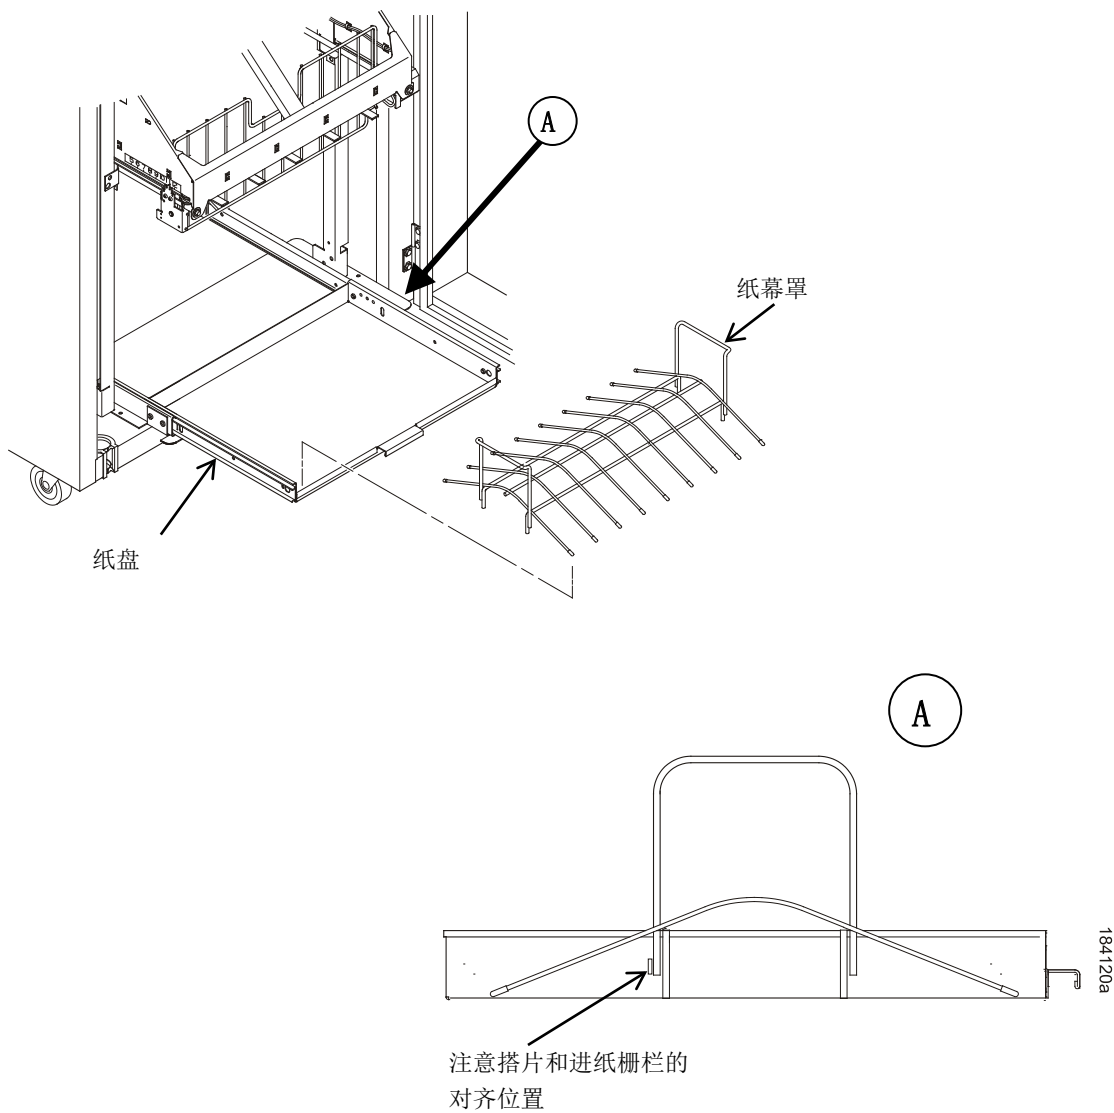

图29. 纸幕罩
4. 若用户所使用的打印纸宽度未超过15.5英寸（39.5厘米），须拉开托纸盘并安装钢丝型纸幕罩。（见图29）若打印纸宽度超过15.5英寸（39.5厘米），须从打印机中拆下纸幕罩。